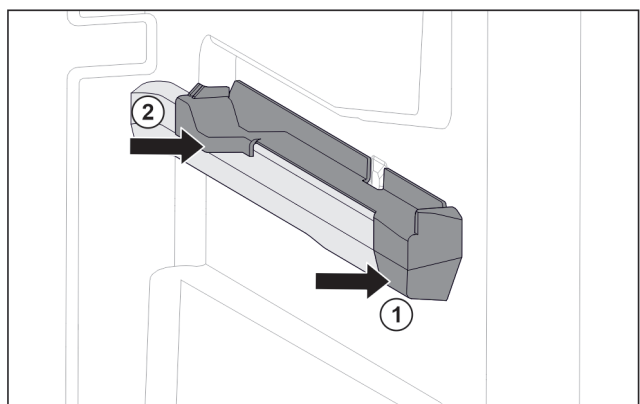

Fig. 125 Наставка върху дясното ребро на съда
- ▶ Поставете наставката отпред към реброто на съда. Fig. 125 (1)
- ▶ Притиснете наставката отзад. Fig. 125 (2)